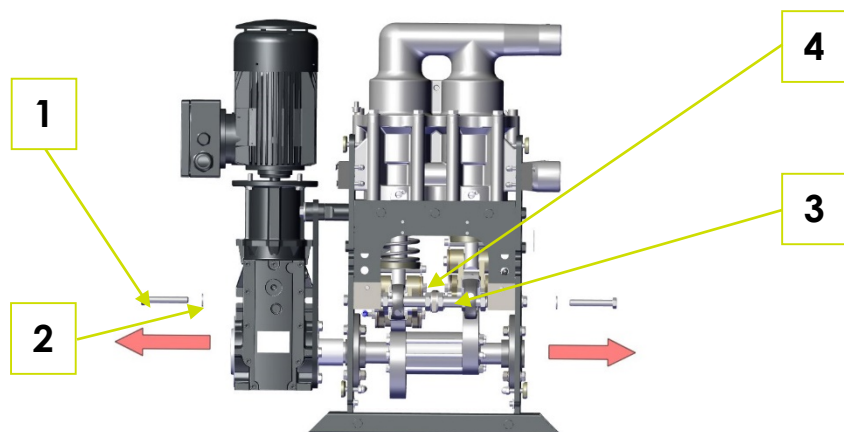

Fig. 7-2 : Démontage des axes de transmission de la force transversale, retrait de l'unité de pompe
1. Desserrer quatre écrous hexagonaux M20 x 1,5 (3) de la barre (4) avec une clé à fourche de 30 mm et démonter la barre (4) (Fig. 7-2 : Démontage des axes de transmission de la force transversale, retrait de l'unité de pompe).
2. Dévisser deux vis hexagonales M12 x 80 (1) avec une clé à fourche de 19 mm et les retirer avec la rondelle (2)